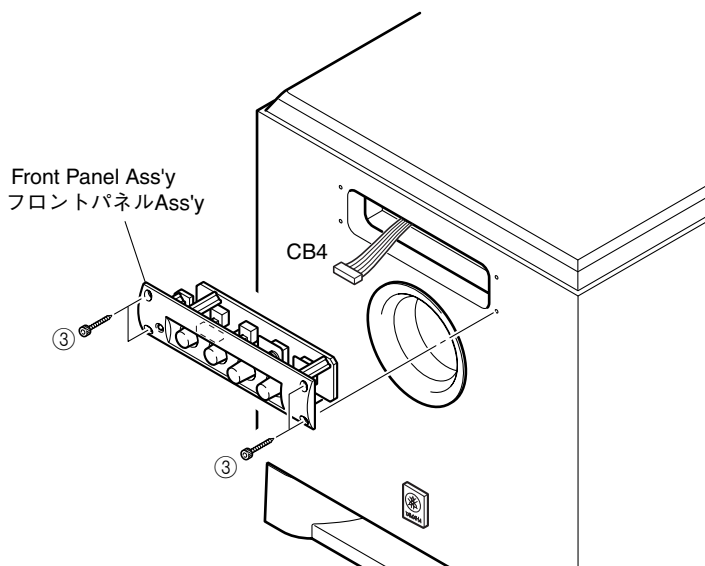

Fig. 2
- Remove 4 screws (③). (Fig. 2)
- Pull out the front panel ass'y and remove CB4. (Fig. 2)
- ③のネジ4本を外します。(Fig. 2)
- フロントパネルAss'yを引き出し、CB4を外します。(Fig. 2)